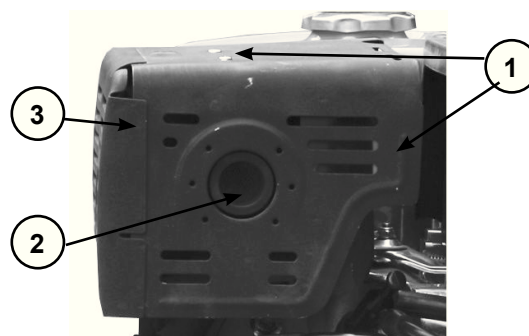

Рис.15
ОБСЛУЖИВАНИЕ ГЛУШИТЕЛЯ (Рис.15)
1. Открутите болты(1) 3 шт. и снимите крышку глушителя(3) Рис.15